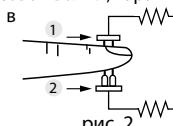

рис. 2
- Два светодиода, излучающие красные и инфракрасные лучи. (рис.2)